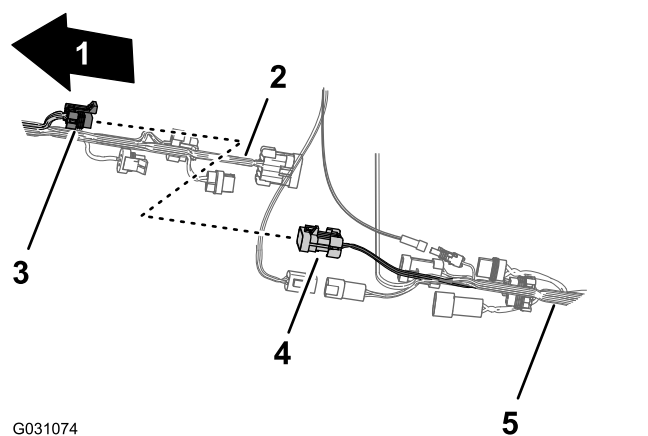

Figura 88
2. Collegate il connettore a 10 prese del cablaggio anteriore per l'interconnessione del cablaggio dell'irroratrice al connettore a 10 pin del cablaggio posteriore per l'interconnessione del cablaggio dell'irroratrice (Figura 88).